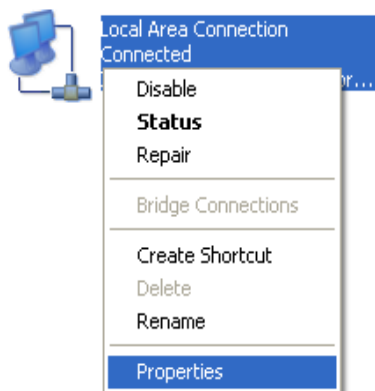

FIG. 14
3. Seleccione el icono para la conexión de red que utilizará para la comunicación con el VFD, haga clic con el botón derecho en el icono y seleccione propiedades. Vea FIG. 14.